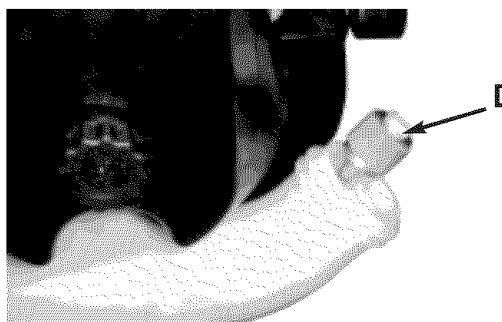

Fig. 24
3. Limpie la bujía y sepárela o instale una bujía nueva con el espacio adecuado (Fig. 24).